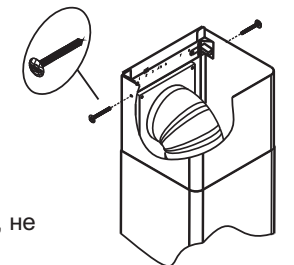

РИС. 11
6.6 Установите фальштрубы. Выдвиньте верхнюю фальштрубу, оденьте ее на кронштейн (рис. 11) и закрепите самонарезающими винтами (поз. 18 рис. 2; поз 17 рис.2А)